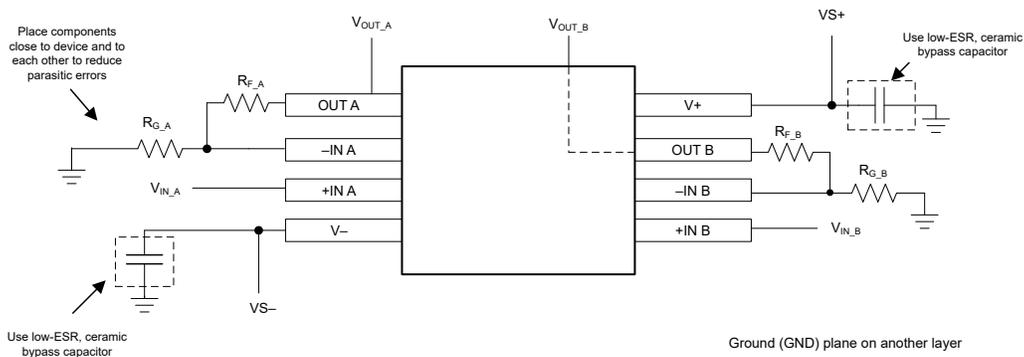

図 7-10. 非反転型アンプ構成のオペアンプ基板のレイアウト
- デカップリング コンデンサをデバイスのできるだけ近くに配置します。図 7-10 が示すように、帰還抵抗 (R3) とゲイン抵抗 (R4) は反転入力の上に配置して、寄生容量を最小限に抑えます。